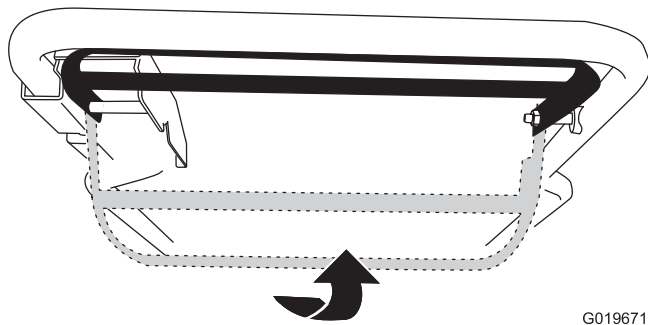

Bild 16
- **Verwenden des Selbstantriebs ohne Einkuppeln des Messers:** Drücken Sie den Schaltbügel zum Holm (Bild 16).